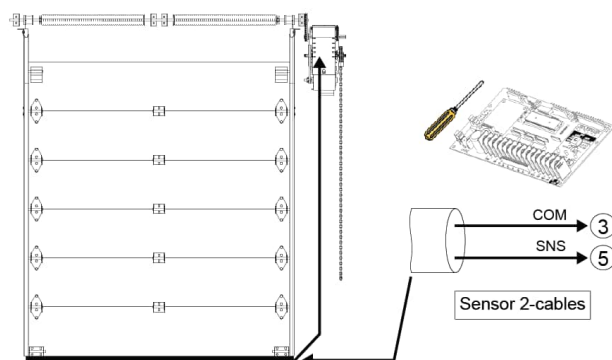

Figura 40 - Borde de detección eléctrico
3. Utilizar un cable en espiral o carrete de recogida para conectar los cables del sensor de inversión a los terminales del operador. Instalar los cables eléctricos de acuerdo a la Figura 40.